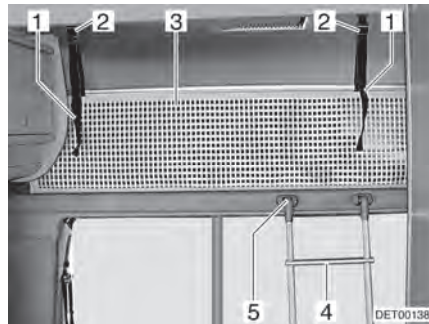

Fig. 72 Cama de alcoba
Para subir a la cama de alcoba, utilizar la escalera de ascenso (Fig. 72,4) equipada de serie.
- Enganchar la escalera con los largueros en el soporte (Fig. 72,5) del panel de la alcoba.
La red de seguridad (Fig. 72,3) viene de serie entre el colchón y el somier. Apenas extender la red de seguridad cuando las personas ya se encuentren en la alcoba.
- Dejar que las cintas de sujeción (Fig. 72,1) engatillen en los soportes (Fig. 72,2) en el techo.